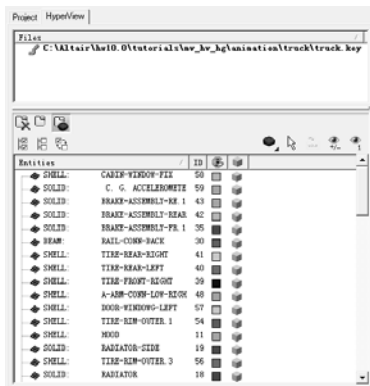

图 13-9 只显示组件
- (2) 单击 Components views (📁) 按钮，在模型浏览器中只显示组件，如图 13-9 所示。
- (3) 单击 Close model files view (🔍) 按钮，返回模型浏览器。